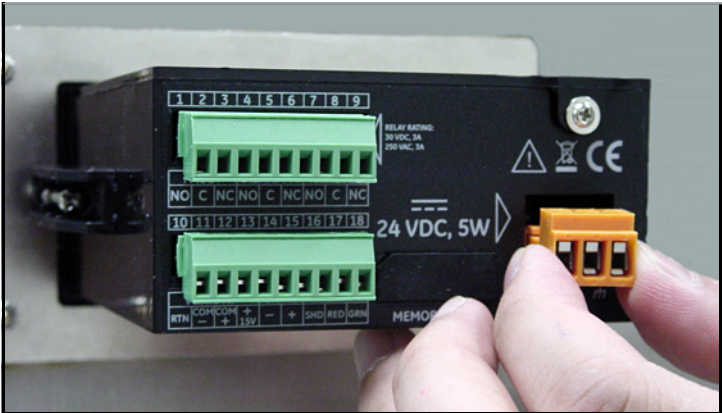

Рисунок 33: Удаление соединителя питания постоянного тока
1. Удалите соединитель мощности на входе из задней панели прибора **dew.IQ** (см. *Рисунок 33* ниже).